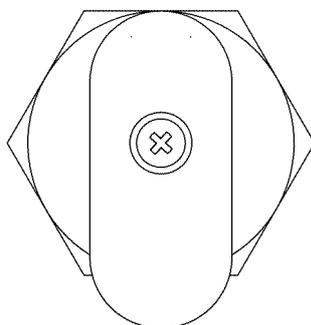

Рисунок 7 – Внешний вид механического расцепителя
- перевести механический расцепитель в положение "БАТАРЕЯ ВЫКЛЮЧЕНА" (см. рисунок 7);